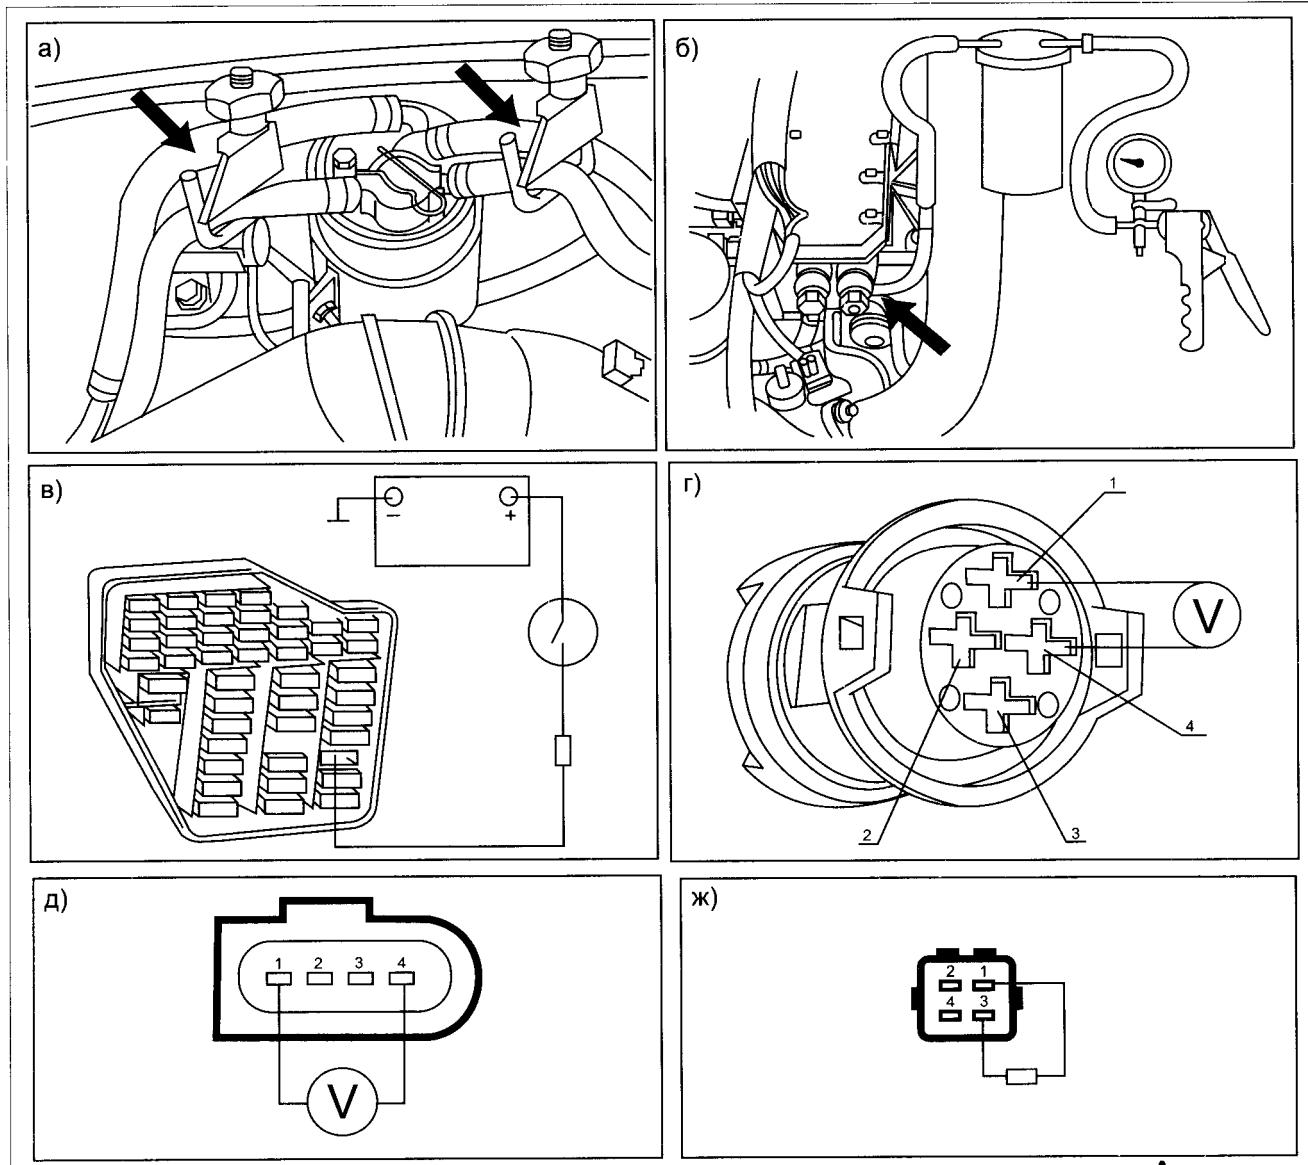

Рис. 9. Проверка компонентов топливной системы
- зажать оба топливопровода обратного слива топлива, приходящие на фильтр с обеих головок (см. рис. 9а);
- отсоединить топливопровод обратного слива топлива от ТНВД и подключить на его место ручной насос (см. рис. 9б);
- собрать диагностическую схему (см. рис. 9в, предохранитель F28 извлечен из колодки, питание подается на его шину) и проверить наличие напряжения
+12 В на контактах 1-4 разъема насоса FTP (см. рис. 9г для кузова А4 и рис. 9д – для А6). Если питания нет, проверить соединения, а если есть – заменить насос FTP.